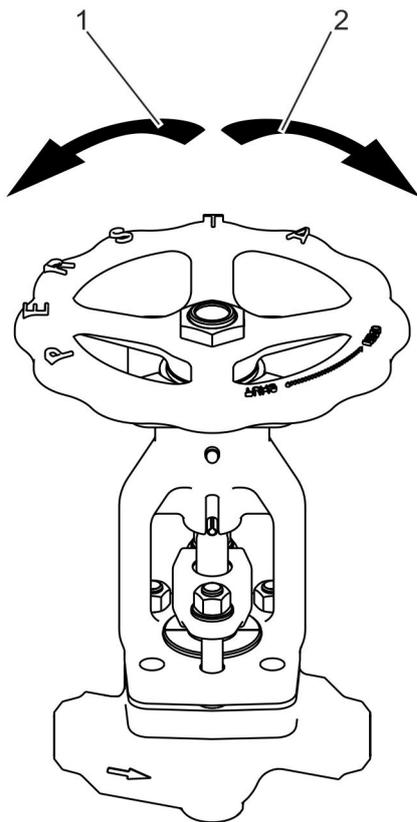

Abb. 19: Manueller Antrieb: Handrad im Notfall betätigen
- Drehen im Uhrzeigersinn (Abb. 19/2): Armatur schließen.
- Drehen gegen den Uhrzeigersinn (Abb. 19/1): Armatur öffnen.